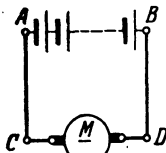

Abb. 9. Schaltung zu Aufgabe 54.
54. Von einer aus 60 [80] Zellen bestehenden Akkumulatoren-batterie (Abb. 9) von je 2 [1,95] V EMK und 0,0008 [0,0006] Ω
55. Welchen theoretischen Querschnitt müssen die Zuleitungen \overline{AC} und \overline{BD} (Abb. 9) besitzen, wenn der Spannungsverlust 5 [8] V betragen soll?
56. Welcher Strom würde in dem Kreise $ABDCA$ (Abb. 9) fließen, wenn in dem Motor keine elektromotorische Gegenkraft aufträte und die übrigen Angaben der Aufgabe 54 entsprächen?